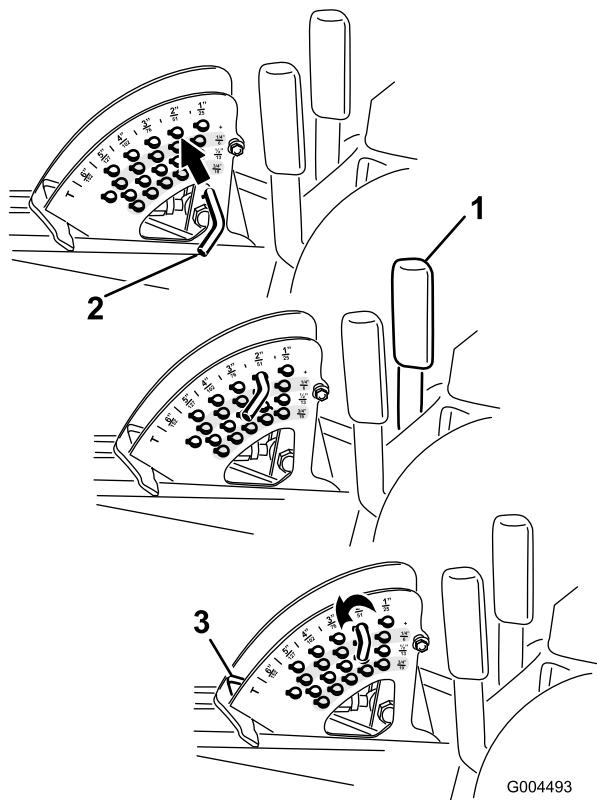

Figura 21
Nota: Per bloccare il piatto di taglio in posizione sollevata, sollevatelo oltre la posizione di 15 cm, togliete la spina di fermo dell'altezza di taglio (vedere Regolazione dell'altezza di taglio) e inseritela nella posizione dell'altezza di taglio di 15 cm (Figura 21).
1. A motore acceso, tirate indietro la leva di sollevamento del piatto di taglio fino a sollevarlo completamente, e **rilasciate immediatamente la leva** (Figura 21).
2. Per regolare, girate la spina di arresto fin quando la spina interna non è allineata con gli intagli previsti nei fori della staffa dell'altezza di taglio, e toglietela (Figura 21).
3. Nella staffa dell'altezza di taglio scegliete un foro corrispondente all'altezza di taglio richiesta, inserite la spina e bloccatela per mantenere questa posizione (Figura 21).
Nota: Vi sono quattro file di fori di posizionamento (Figura 21). La fila superiore fornisce l'altezza di taglio elencata sopra la spina. La seconda fila fornisce l'altezza elencata più 6 mm. La terza fila fornisce l'altezza elencata più 12 mm. La fila inferiore fornisce l'altezza elencata più 18 mm. La posizione di 15,8 cm ha un solo foro, situato nella seconda fila, che non aggiunge 6 mm alla posizione di 15,8 cm.